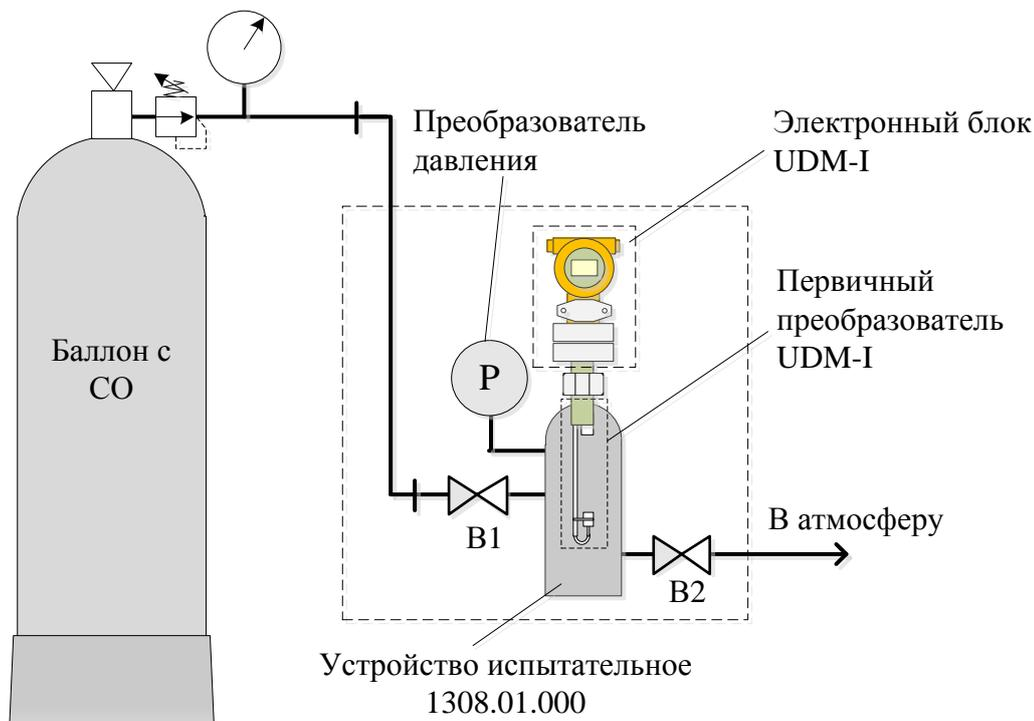

Рисунок 4.2 – Схема подачи СО из баллона в устройство 1308.01.000
4.2.1.5 На блоке управления термостата устанавливают температуру 20 °С и включают термостатирование. Для выравнивания температур теплоносителя и СО в устройстве 1308.01.000 с первичным преобразователем модификации UDM-I или первичном преобразователе модификации UDM-B термостатирование поверяемого плотномера продолжают в течение не менее 2-х часов. После окончания термостатирования выполняют проверку текущего значения давления СО по показаниям преобразователя давления. В случае превышения давления СО выше требуемого значения, излишки СО стравливают в атмосферу через вентиль В2 или В3 (Рисунок 4.2, 4.3). Считывают текущие значения давления СО и температуры теплоносителя в ванне термостата по показаниям калибратора-измерителя температуры КИТ-1 и преобразователя давления и записывают в протокол поверки. Считывают и заносят в протокол поверки показания плотности СО при условиях измерений, а также плотности СО, приведённой к стандартным условиям по данным поверяемого плотномера: